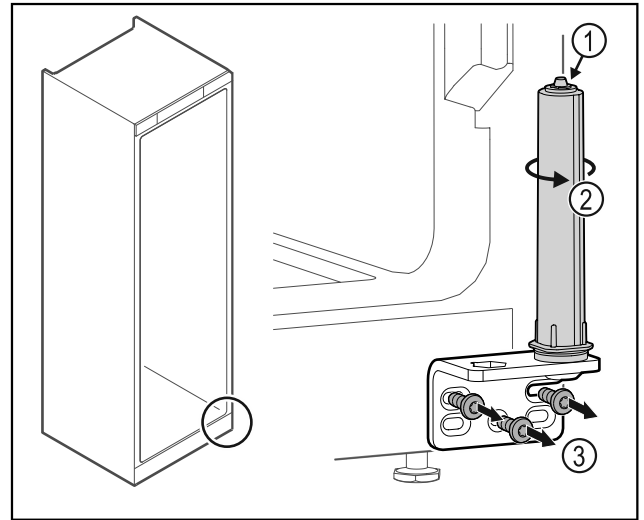

Fig. 51
- ▶ No desensamblar el sistema de cierre de la puerta Fig. 51 (1).
- ▶ Girar el sistema de cierre Fig. 51 (2) hasta que haga clic.
- ▶ Desatornillar la escuadra de bisagra Fig. 51 (3).